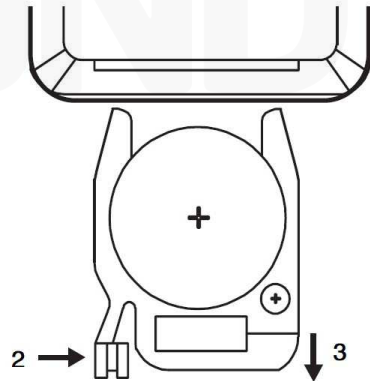

Abbildung 2
- Drücken Sie die Verriegelung in Richtung Pfeil 2 (siehe Abbildung 2).